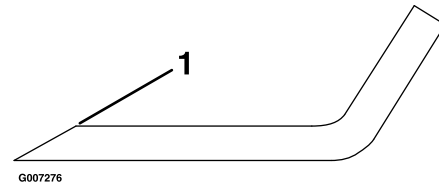

Figura 41
1. Utilice una lima para afilar el filo de corte en ambos extremos de la cuchilla (Figura 41). Mantenga el ángulo original. La cuchilla permanece equilibrada si se retira la misma cantidad de material de ambos bordes de corte.